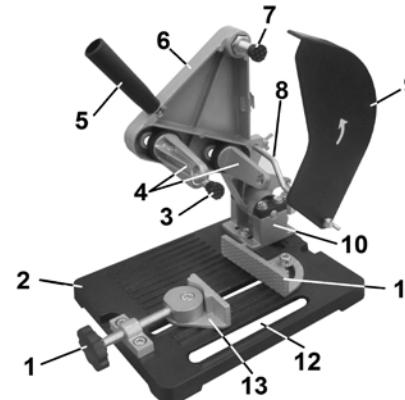

Рис. 2
4. СБОРКА СТОЙКИ ДЛЯ УШМ (Рис. 2, 3)
4.8. Как показано на Рис.2,3, отрегулируйте положение и надёжно закрепите защитный кожух (9) отрезного диска.